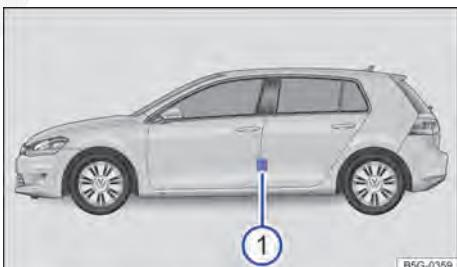

Fig. 184 Na coluna do condutor: etiqueta com as pressões dos pneus ① (alternativa ao lado interno da portinhola do tanque).
- ① Pressão dos pneus no carregamento parcial.
- ② *Dependendo do veículo*: pressão dos pneus de conforto no carregamento parcial.
- ③ Pressão dos pneus no carregamento total.
A etiqueta com as pressões dos pneus fornece a pressão dos pneus correta para os pneus montados de fábrica. As indicações valem para os pneus de verão, do ano todo e de inverno. A etiqueta com as pressões dos pneus está na coluna da porta do condutor ⇒ Fig. 184 ① ou na parte interna da portinhola do tanque.